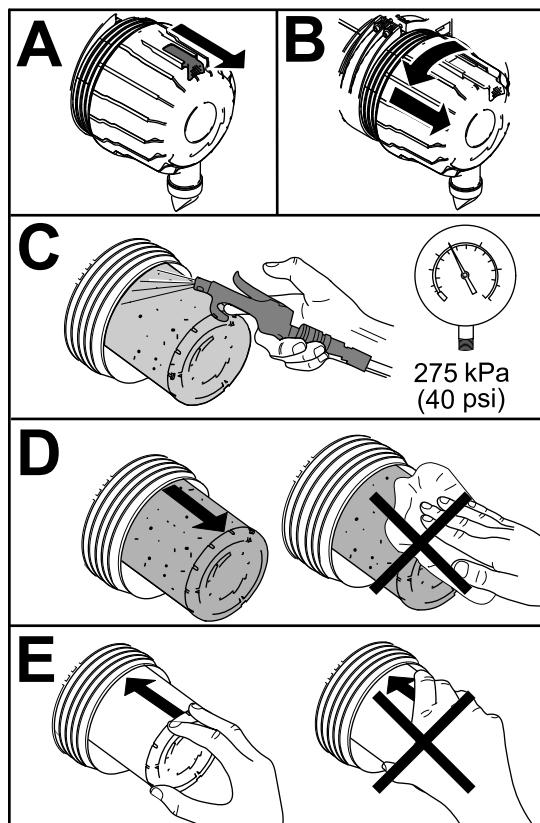

Figura 92
1. Sostituite il filtro dell'aria (Figura 92).